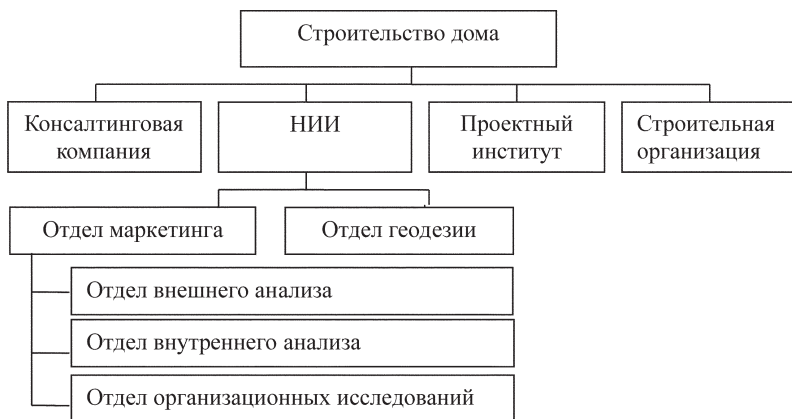

Рис. 2.4. Схема организационного принципа построения целевой структуры
3. *Организационный* — построение WBS по элементам организационной структуры. В качестве элементов WBS выбираются элементы организационной структуры. Для определения пакетов работ и отдельных работ используются в основном существительные (рис. 2.4).